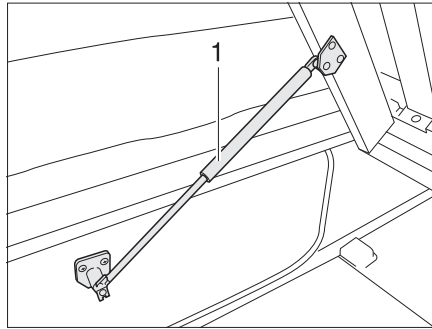

Fig. 171 Lit fixe
- Soulever le sommier à lattes. Les ressorts à pression de gaz (Fig. 171,1) maintiennent le sommier à lattes en position ouverte.